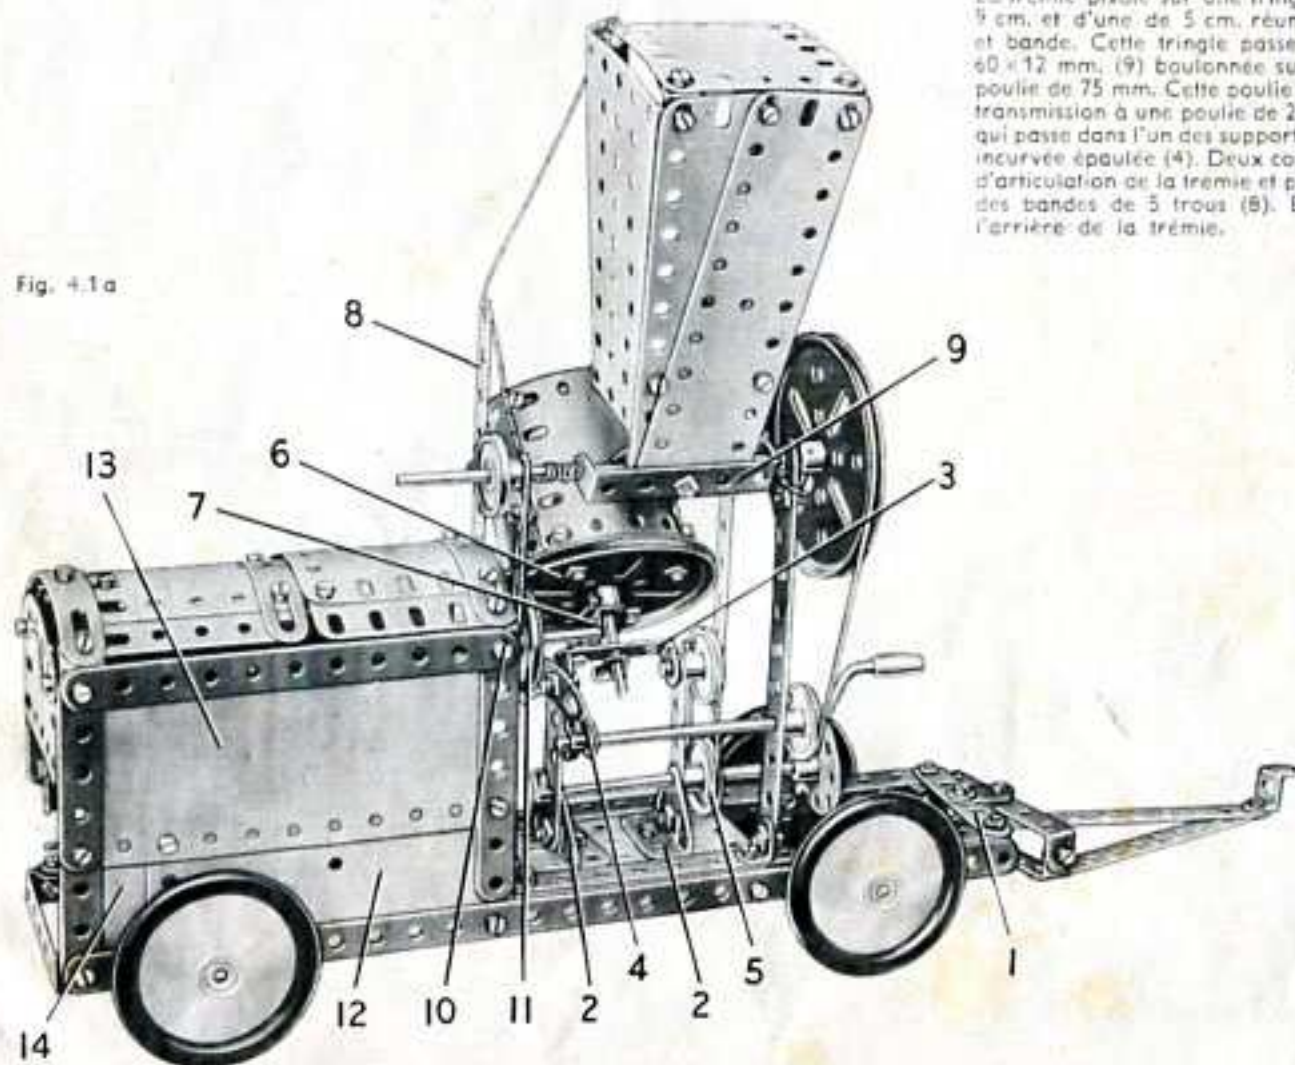

Fig. 4.1a
Les supports de la trémie de chargement sont quatre bandes de 11 trous fixées sur des équerres boulonnées au châssis et reliées à leur sommet par des bandes incurvées épaulées. Deux des bandes de 11 trous sont prolongées par des bandes de 5 trous (8). Les côtés de la trémie sont des plaques-secteur à rebords qui sont boulonnées sur des plaques flexibles de 14 x 4 cm. disposées comme le montre la figure 4.1a. L'arrière de la trémie est une plaque flexible de 6 x 6 cm. fixée par des équerres.